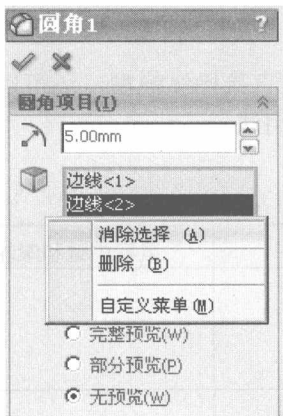

图 1-14 在对话框中取消选择
- 在 PropertyManager 属性管理器的已经选中的列表框中右击已经选择的对象, 从弹出的快捷菜单中确定取消选择的对象, 如图 1-14 所示。